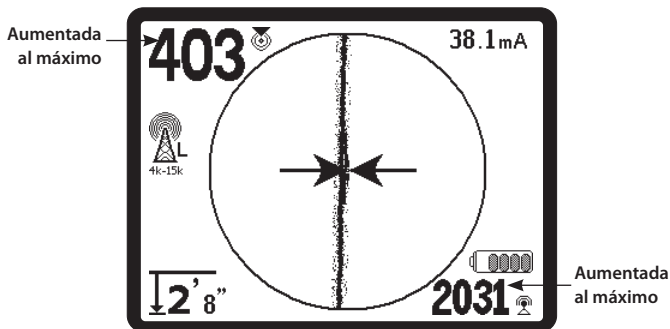

Figura 23: Localización de alta fiabilidad
3. Utilice las flechas de dirección, el número de proximidad, la intensidad de la señal y la línea de rastreo como guías para la operación de rastreo de líneas. Estos datos son generados a partir de características de señales discretas para ayudar al usuario a distinguir la calidad de la localización. Una señal **sin distorsión** emitida por una línea alcanza su potencia máxima al situarse directamente sobre ella (observación: A diferencia de las líneas de rastreo de señales, las flechas de dirección requieren la ayuda del usuario para orientar al localizador, de manera que las flechas indiquen una posición de 90 grados con respecto a la línea de rastreo de la señal (observe la figura 23)).